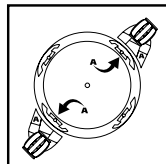

FIGURA 2
3. Con la entrada del tanque hacia usted, tome las patas de las ruedas marcadas con la letra **A**, **FIGURA 2**, y colóquelas en las ranuras en la parte frontal izquierda y posterior derecha del depósito tam - **A**. bién marcadas con la letra **A**.